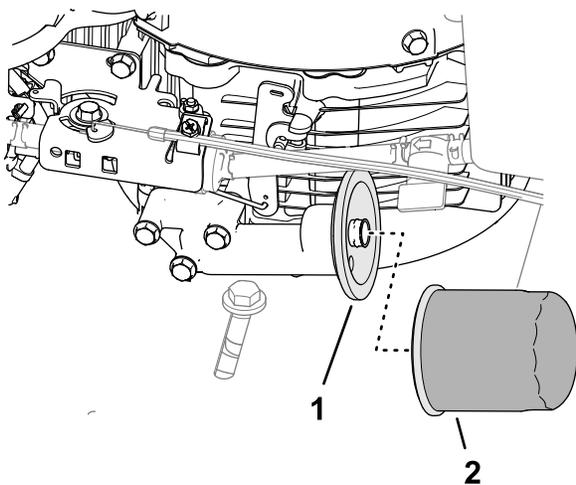

Рисунок 33
3. Снимите фильтр с переходника масляного фильтра (Рисунок 33).